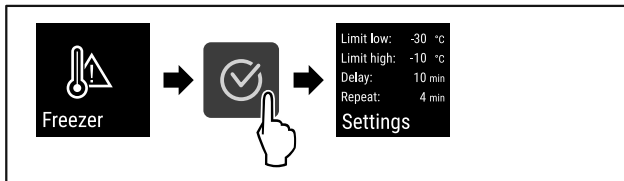

Fig. 102
- ▶ Udfør handlingstrinene (se Fig. 102) .